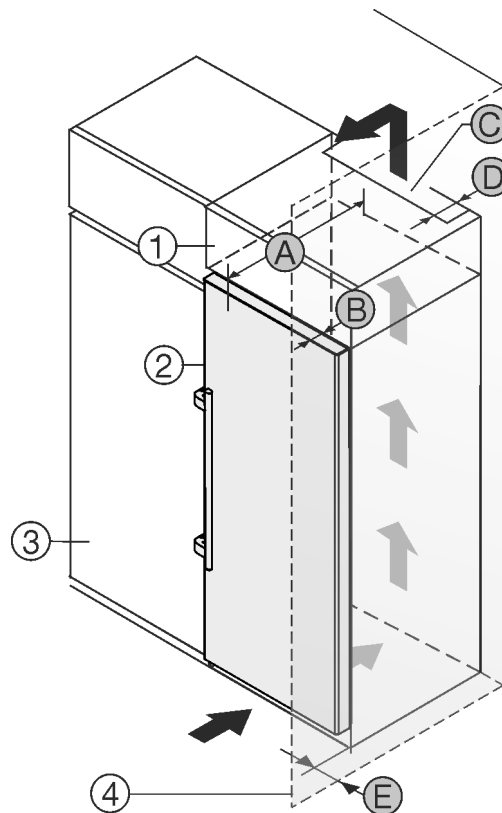

Fig. 1
Ви можете встановити пристрій безпосередньо поряд із кухонною шафою Fig. 1 (3).
Зі зворотного боку шафи для встановлення на пристрої слід передбачити вентиляційну шафу завглибшки Fig. 1 (D) на всю ширину цієї шафи.
Слід дотримуватись вентиляційного отвору Fig. 1 (C) в стелі приміщення.
Якщо пристрій із шарнірами встановлюється поряд зі стіною Fig. 1 (4), відстань між пристроєм та стіною повинна бути не менше 57 мм. Це відповідає необхідній відстані для ручки після відкриття дверцят.
Щоб мати можливість повністю відкривати дверцята, потрібно, щоб пристрій виступав на відстань глибини дверцят Fig. 1 (B) відносно передньої панелі кухонної шафи. Залежно від глибини кухонних шаф Fig. 1 (3) та використання пристінних розпірок пристрій може ще більше виступати вперед.